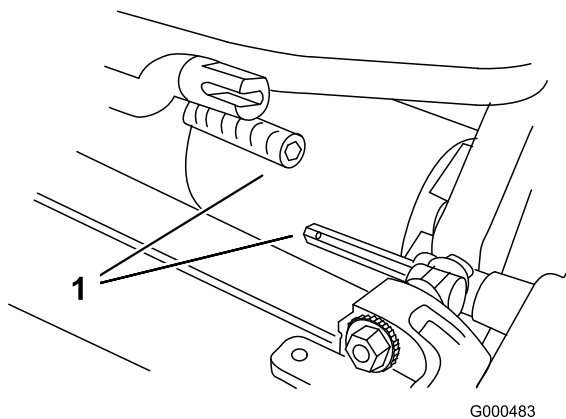

Figura 5
3. Empuje la unidad de corte por debajo de la unidad de tracción y hacia la izquierda para conectar el acoplamiento de la transmisión (Figura 5).